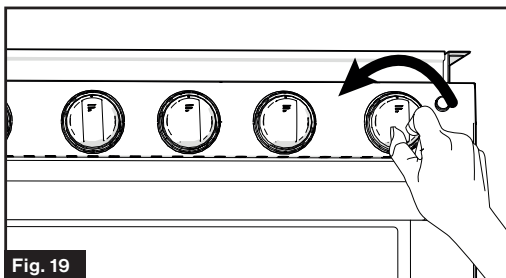

Fig. 19
- Presione y gire la perilla de control del horno en sentido contrario a las agujas del reloj hasta la posición  (Fig. 19)